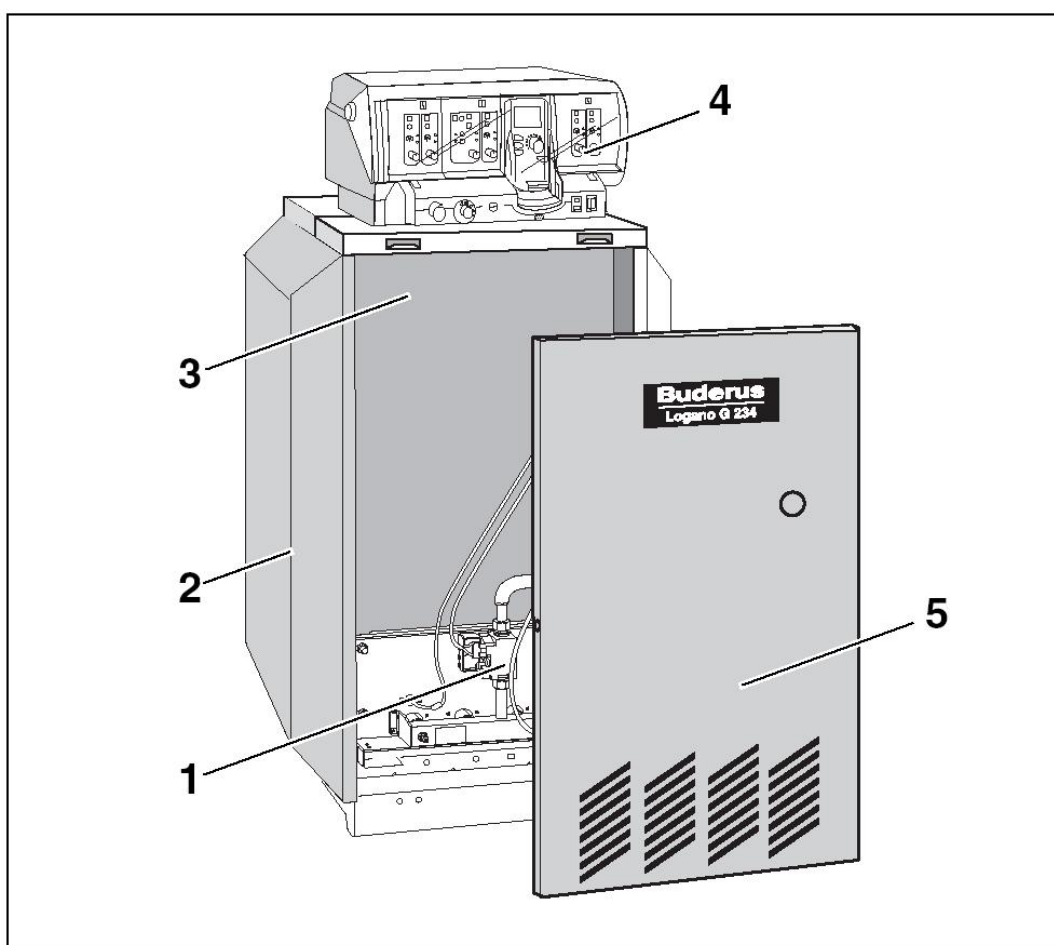

Рис. 1. Отопительный котел Logano G234
Специальный газовый отопительный котел Logano G234 (рис. 1) оснащен на заводе газовой горелкой. Основные части специального газового отопительного котла Logano G234:
– Котловой блок с теплоизоляцией (рис. 1, поз. 3) и газовой горелкой (рис. 1, поз. 1).
– Обшивка (рис. 1, поз. 2) и передняя стенка котла (рис. 1, поз. 5). Обшивка котла и теплоизоляция препятствуют потерям энергии.
– Система управления (рис. 1, поз. 4). Система управления служит для контроля и регулирования работы отопительной системы.